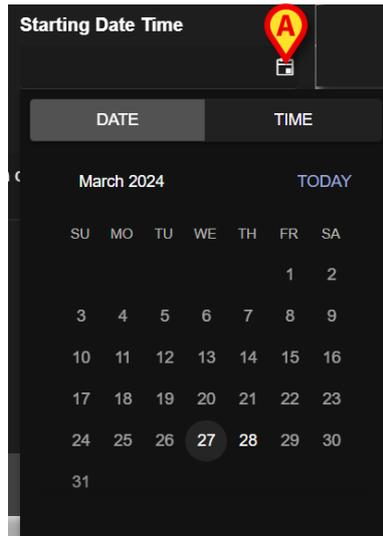
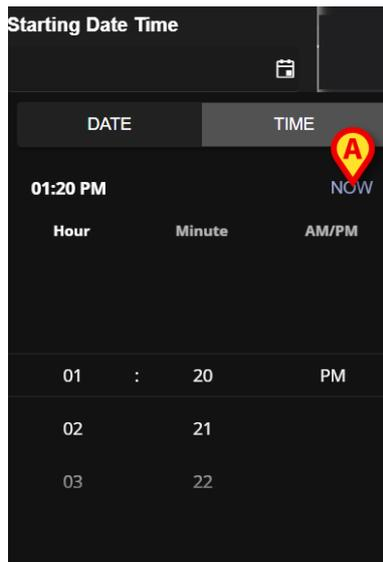

Fig 29
Fig 30
- Haga clic en el icono del calendario situado junto al campo (Fig 29 A). Se abre una ventana de calendario.
Los días seleccionables aparecen resaltados. En la Fig 29 sólo son seleccionables el 27 y el 28 (siendo el 27 el día actual). Una vez seleccionado el día, la ventana pasa automáticamente a la selección de la hora (Fig 30).
El botón **Now** (Ahora) (Fig 30 **A**) establece la hora actual como hora de inicio.